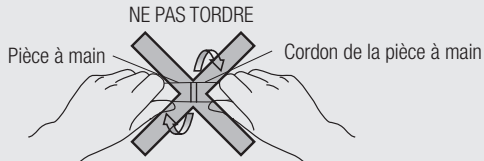

Figure 2
- Lorsque vous retirez la pièce à main du cordon de la pièce à main, tenez la fiche du cordon de la pièce à main pour la retirer. Si vous tirez sur le cordon, vous risquez de le rompre. Ne tordez pas la pièce à main et le cordon pour les retirer. (Figure 2)